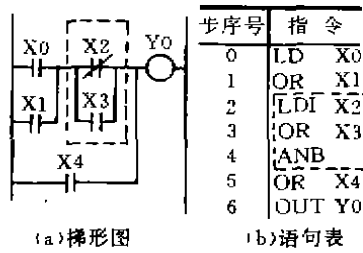
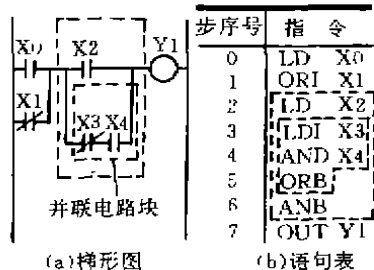

图 2-7 ANB 指令使用之一
图 2-8 ANB 指令使用之二
5. ANB 指令(与块指令) 是无操作元件指令,用于并联支路的串联。当分支电路并联块与前面电路块串联时使用 ANB 指令,其使用说明举例见图 2-7 和图 2-8。